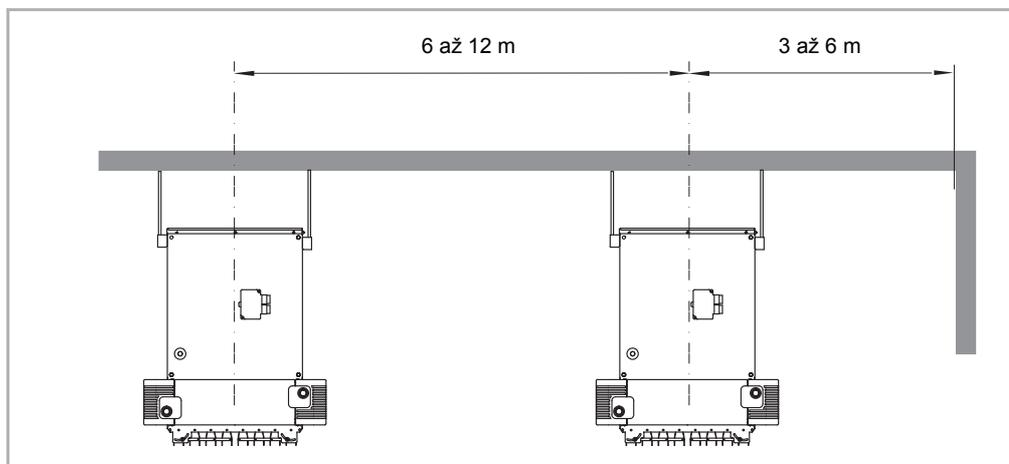

Abb. 4-2: Geräteabstände bei Deckenmontage
**Geräteabstand bei Deckenmontage** (siehe Abb. 4-2)
Zu beachten sind: Mindesthöhe, Luftstrahl-Ausblasrichtung, Geräteabstand (untereinander) und Mindestwandabstand (siehe Abb. 4-2).